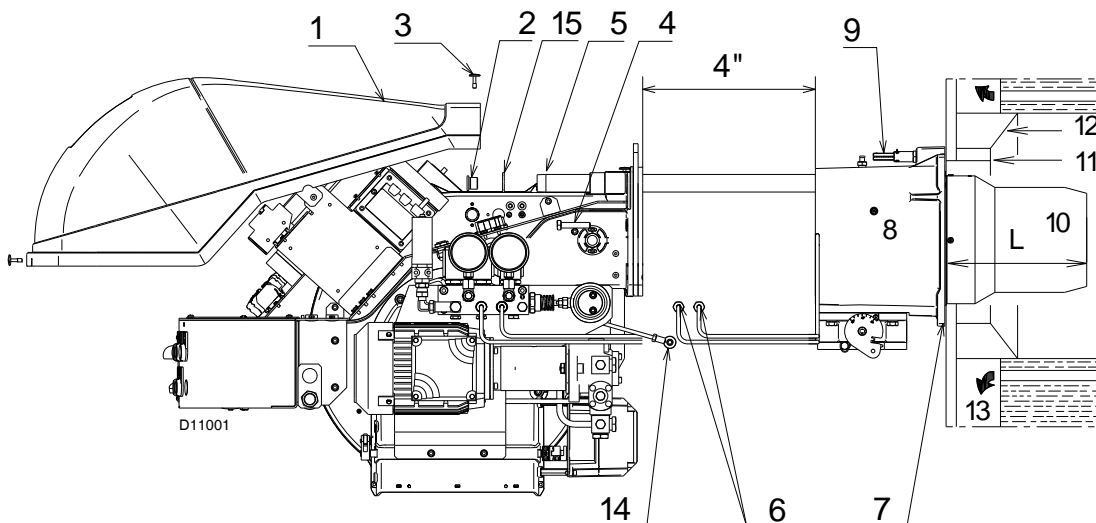

Fig. 11
Este aislante de protección no debe obstruir la extracción del tubo llama. Para calderas con un enfriador de agua delantero, no se necesita un aislante 11)-12) (Fig. 11) a menos que el fabricante de la caldera así lo solicite.
Separar el cabezal de combustión del quemador, (Fig. 11):
- Vuelva a colocar el quemador en las guías 3)(Fig. 20) a aproximadamente 4" desde el manguito 4) - el quemador se coloca como se muestra en (Fig. 11, página 18) - introduzca los cables del electrodo de encendido.
- vuelva a colocar los tornillos 2)(Fig. 20) en las guías 3) incluyendo la placa de seguridad 15)(Fig. 11, página 18);
- conecte los tubos de aceite nuevamente atornillando los dos conectores 6)(Fig. 11, página 18).